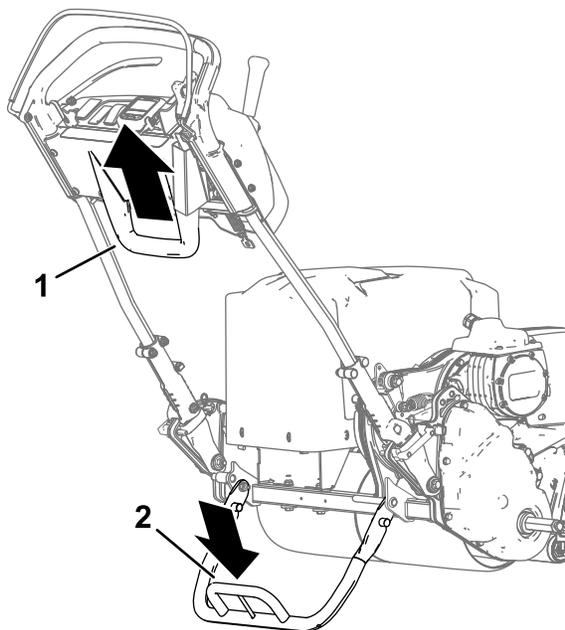

Рисунок 21
- Чтобы использовать откидную опору для монтажа ходовых колес, опустите ее на землю и наступите на скобу откидной опоры, вытягивая вверх и назад нижнюю среднюю рукоятку (Рисунок 21).